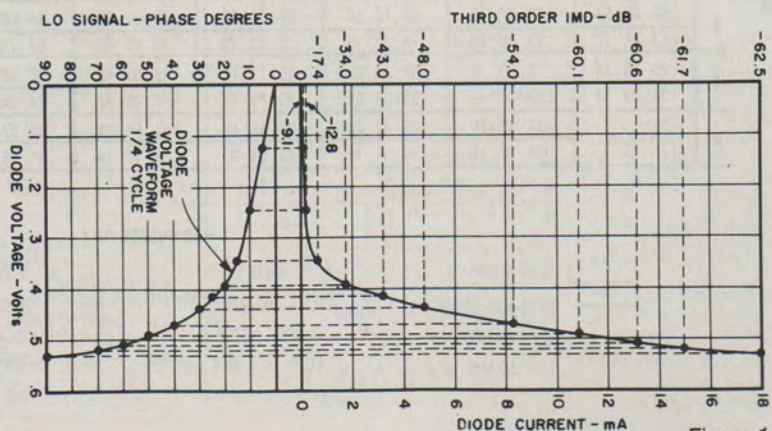

Figure 1
- T = température absolue en degrés Kelvin et I_S appelé courant de saturation inverse de la diode. La figure 1 représente cette courbe.
La figure 1 donne la tension V_D (diode voltage) en fonction de
Elle ne devient intéressante qu'à partir de 20 à 25° du signal OL (environ - 40 dB). Un autre problème vient se greffer à celui-ci. En effet, lorsque le signal présent sur le port RF augmente, il peut produire la conduction des diodes alors que le signal OL reste sur la portion de faible tension direct de la diode. Ceci provoque une forte distorsion. Il est très visible sur la figure 1 qu'il est nécessaire d'attaquer le port OL avec un signal de forte amplitude. Il faut en général appliquer le niveau maximum spécifié dans le data sheet (notice technique). 7 dBm, 17 dBm ou 27 dBm suivant le type de mélangeur.